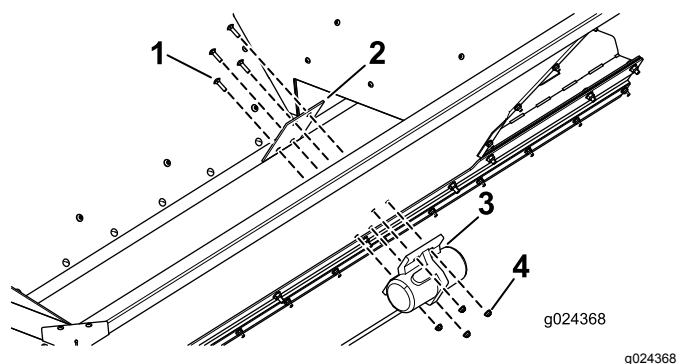

Figura 7
- Fissate la piastra di montaggio e il vibratore alla tramoggia utilizzando 4 bulloni a testa tonda e 4 dadi come illustrato nella Figura 7.